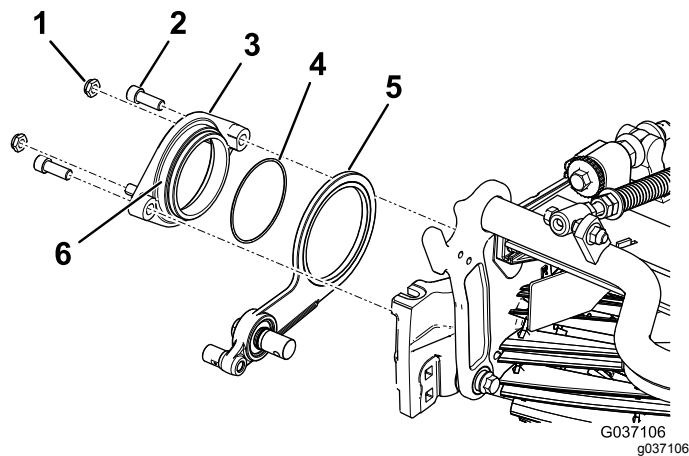

Figura 8
3. Aplique composto antigripagem no diâmetro exterior do conjunto do terminal de articulação (Figura 8).
4. Fixe o terminal de articulação sob o conjunto do rolete do cilindro utilizando dois parafusos de cabeça sextavada (Figura 8).
5. Instale sem apertar as duas porcas de bloqueio no terminal da articulação (Figura 8).